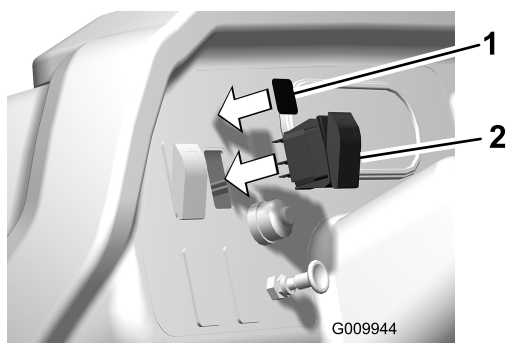

Figura 20
2. Insira o interruptor na abertura do painel de instrumentos (Figura 20).
3. Coloque o autocolante no painel de instrumentos, junto ao interruptor (Figura 20).